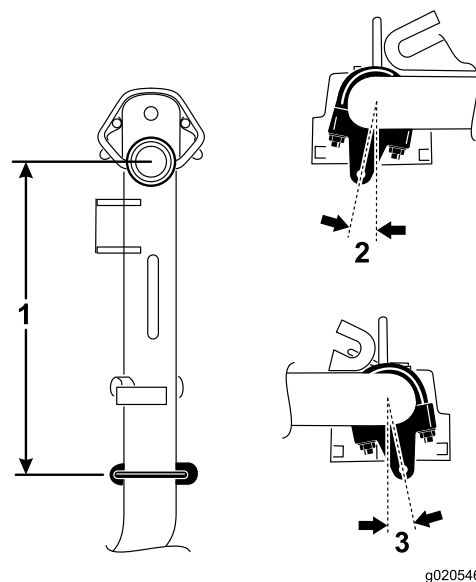

図 5
- 昇降アーム1番、4番、5番で、チェーンブラケットとUボルトを、ピボットナックルのセンターラインから後ろに 38.1cm さがった位置にセットする 図 5。
- 昇降アーム 番、番では、ブラケットを垂直方向から右に10度回転させた状態で取り付ける 図 5。
- 昇降アーム4番では、ブラケットを垂直方向から左に10度回転させた状態で取り付ける 図 5。